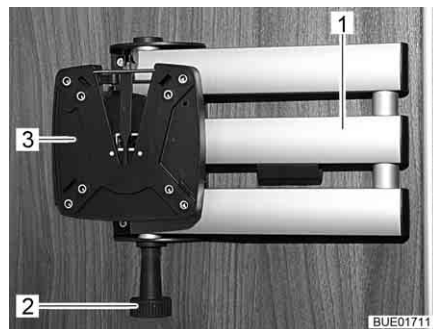

Bild 64 Fäste med ledad arm
- Dra i låsknappen (Bild 64,2). Den ledade armen (Bild 64,1) är upplåst.
- Vrid tillbaka den platta bildskärmen till utgångsläget, tills fästet (Bild 64,3) hakar hörbart fast i låset.